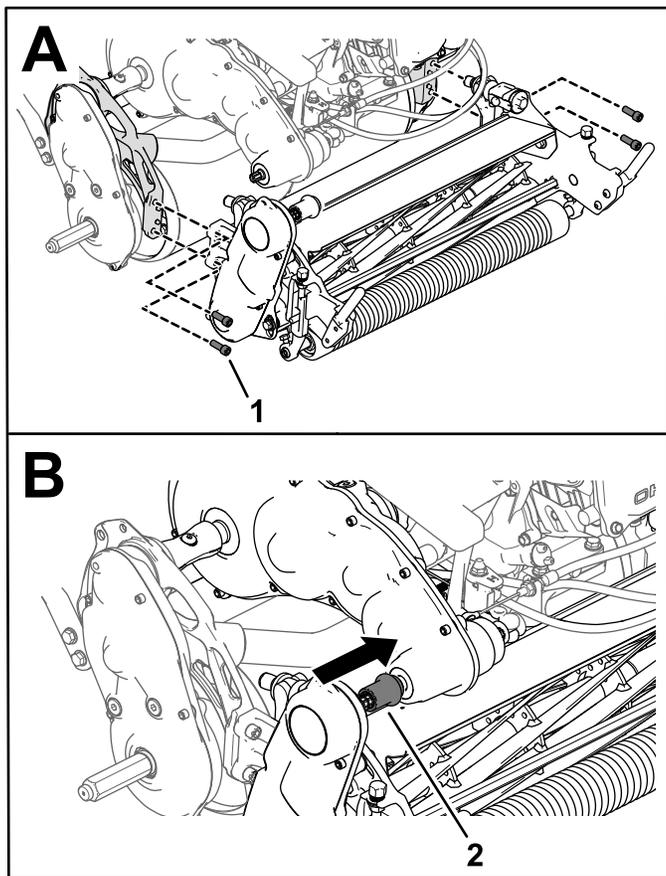

Figura 48
- Utilice 4 tornillos allen para fijar la unidad de corte en el bastidor (Figura 48).
4. Deslice el acoplamiento de la transmisión de la unidad de corte al árbol de la transmisión (Figura 48).